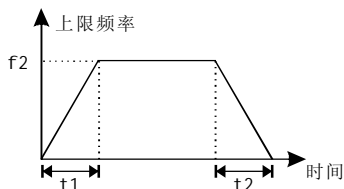

图6-1 加减速时间示意
- 加速时间设定为[输出频率由0Hz加速至F015上限频率所需的时间]，如图6-1中t1所示。
- 减速时间设定为[输出频率由F015上限频率减速至0Hz所需的时间]，如图6-1中t2所示。